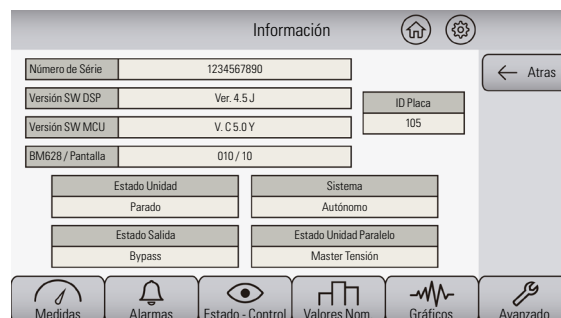

Fig. 40a. Pantalla mostrada al tocar sobre .
- ❑ Pulsar sobre el icono situado en el menú lateral  de la pantalla de inicio del SAI a determinar. Se mostrará en pantalla una representación similar a la siguiente Fig. 40a, en que la información mostrada podrá variar.
- ❑ Se mostrará la pantalla de información en la que se podrá verificar la jerarquía del SAI bajo enunciado «Estado Unidad Paralelo» y que en la Fig. 40a se muestra a modo de ejemplo «Paralelo Master Tensión». Es necesario acceder al menú de información en la pantalla táctil de cada equipo, para verificar su jerarquía en relación al resto del sistema y que es dinámica en función del estado de los demás equipos: